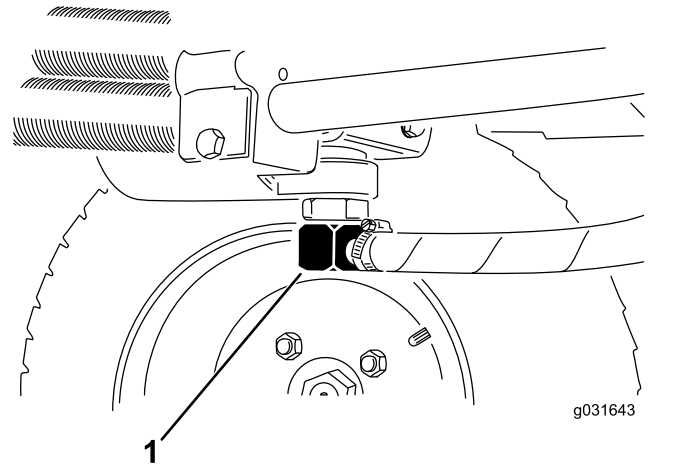
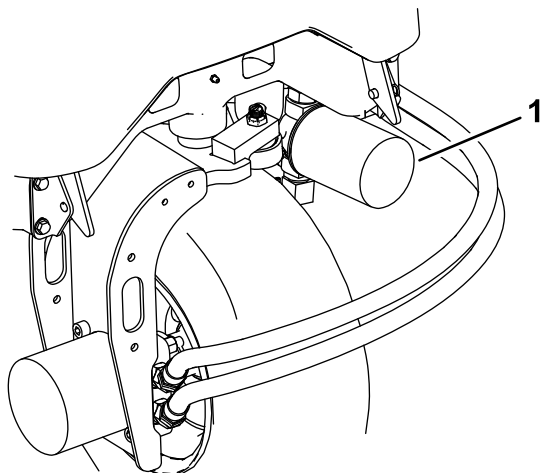

Figure 60
Figure 62
- Débranchez la conduite hydraulique ou enlevez le filtre hydraulique et laissez couler l'huile dans un bac de vidange (Figure 62 et Figure 60).
- Rebranchez la conduite hydraulique quand la vidange est terminée (Figure 60).
- Nettoyez la surface autour de la zone de montage du filtre et déposez le filtre (Figure 62).